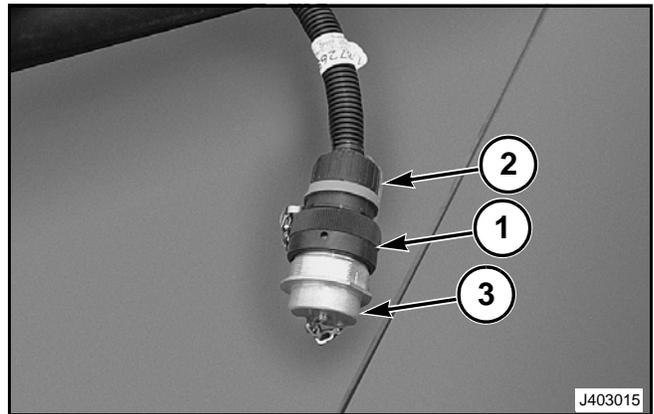

FIG. 18
FIG. 18: Gire hacia la izquierda el anillo de traba (1) del enchufe del mazo de cables (2) para aflojar el conector. Quite el mazo de cables eléctrico del cabezal de la toma de corriente del tractor. Coloque las tapas de protección (3) en el enchufe del mazo de cables del cabezal y en la toma del tractor.